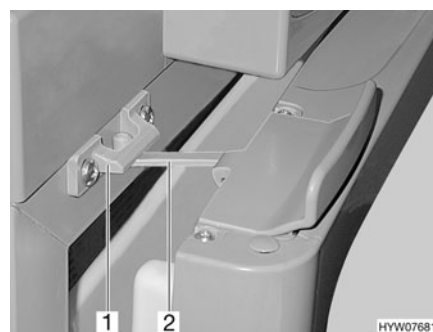

Fig. 154 Porte du réfrigérateur en position de ventilation (Thetford)
- Ouvrir le verrouillage (Fig. 154,2) et l'enclencher dans le logement de verrouillage (Fig. 154,1). La porte du réfrigérateur reste ainsi légèrement ouverte.